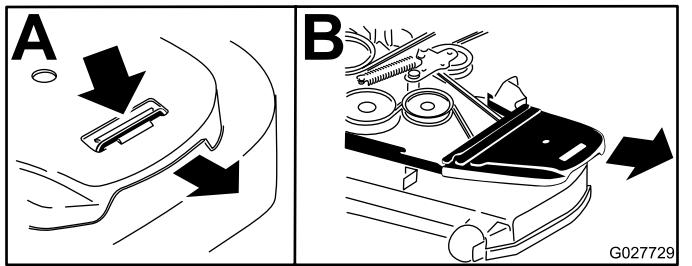

Figura 60
- Retire las cubiertas de la correa (Figura 60).